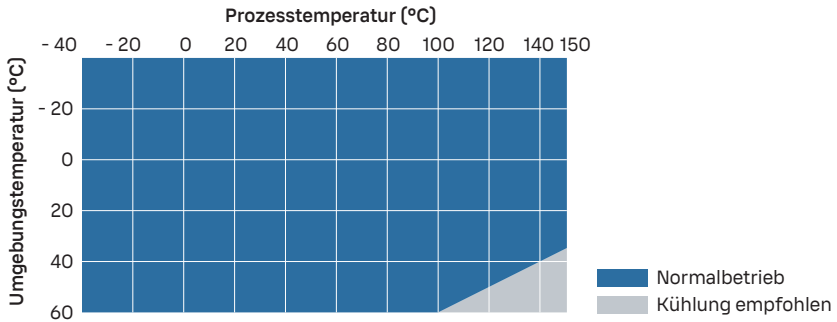

Abbildung 8 Prozess- und Umgebungstemperatur und empfohlene Kühlung
- Verwenden Sie eine zusätzliche Kühlung gemäß Abbildung 8 \(Seite 43\). Beachten Sie, dass die Werte in der Abbildung Richtwerte sind. Die erforderliche Kühlung hängt von der Installationsposition und -umgebung ab.